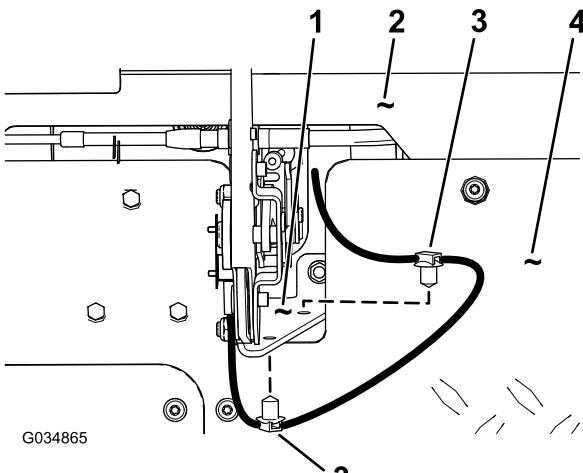

图11
2. 将线束布置到右侧，脚踏板与仪表支架之间 (图11)。
3. 将线束上的 2 个塑料枫树形锚栓插入驻车刹车支架的孔中 (图11)。